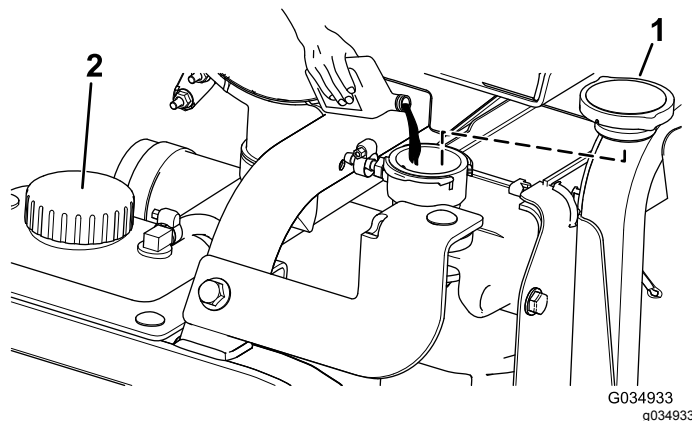

Figure 125
5. Remplissez le radiateur de liquide de refroidissement jusqu'à ce que le niveau atteigne le rebord de l'orifice de remplissage (Figure 125).